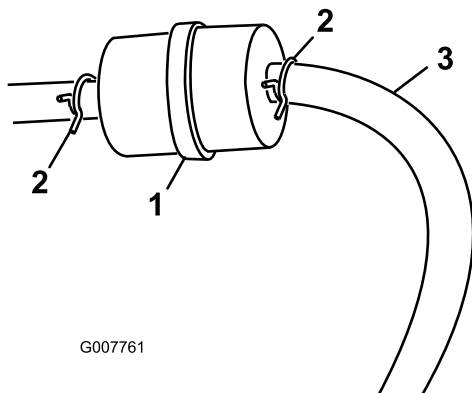

Figura 21
3. Apriete los extremos de las abrazaderas y deslícelas por el tubo alejándolas del filtro (Figura 21).
5. Instale un filtro nuevo y acerque las abrazaderas al filtro (Figura 21).
3. Afloje la abrazadera cerca del filtro de combustible y deslícela por el tubo, alejándola del filtro de combustible (Figura 21).
4. Desconecte el tubo de combustible del filtro de combustible (Figura 21).
Nota: Deje fluir la gasolina a una lata u otro recipiente apropiado (Figura 21).
5. Instale el tubo de combustible en el filtro de combustible. Acerque la abrazadera al filtro de combustible para fijar el tubo de combustible (Figura 21).